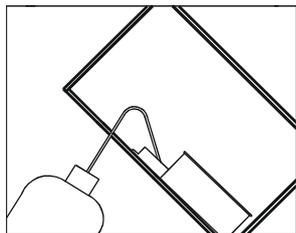

Рис. 3 Наполнение испарителя
- удалить корзину фитиля (3)
- медленно наполнить испаритель в наклонном положении (рис. 3) с помощью лабораторной бутылки или инъекционного шприца 60%-ой муравьиной кислотой (180 мл).